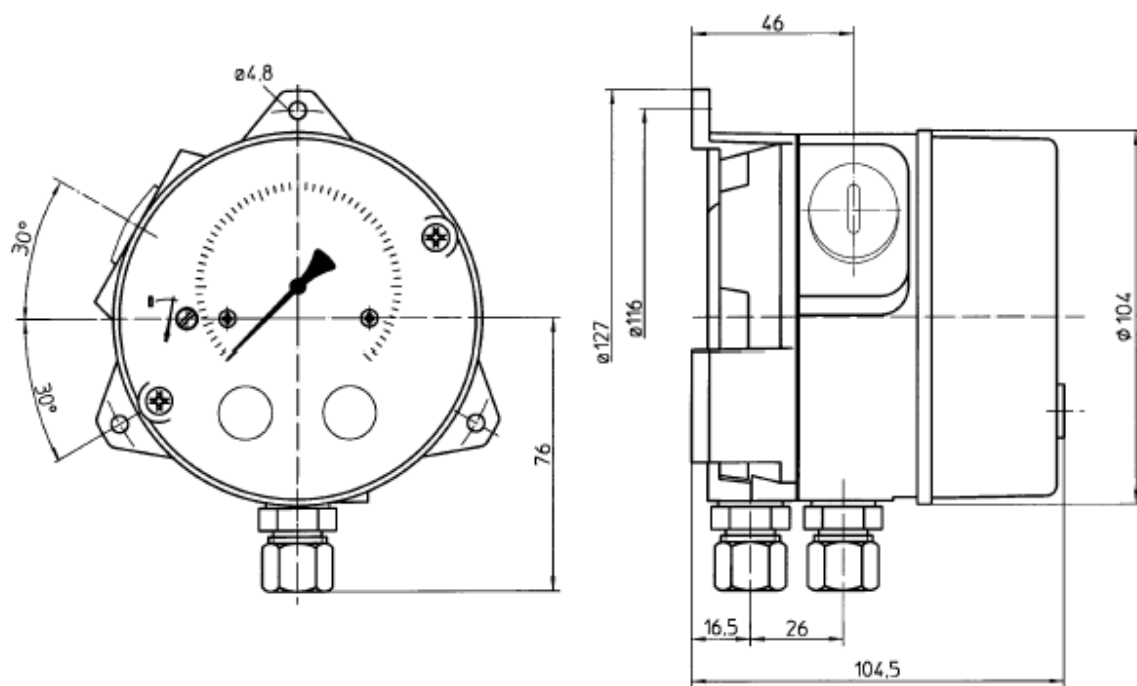

Рис. 1 DDA
4.1.1 Измерительный прибор DDA (рис. 1)